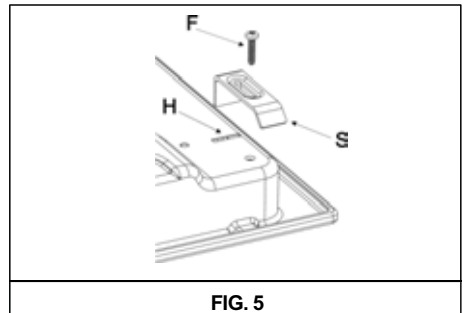

FIG. 5
"F" de fixação (vide a fig. 5).
- Bloqueie com a proteção "S", tendo cuidado para introduzir a parte sobresalente na ranhura "H" localizado na parte inferior e aperte o parafuso "F" até que a proteção "F" chegue ao topo. (fig. 5).